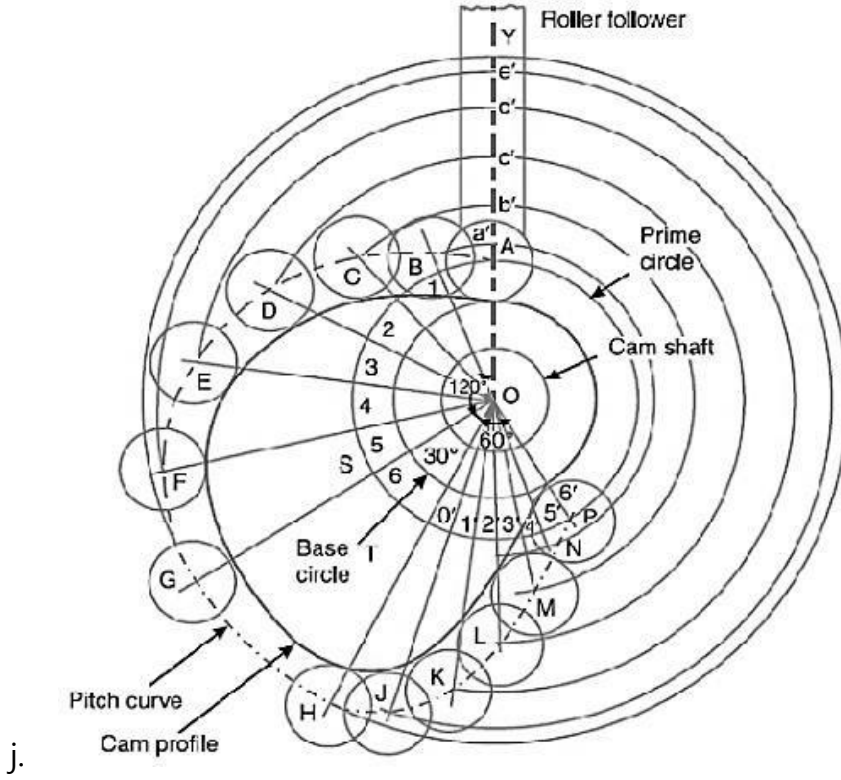

Fig 3.4.5
- e. केंद्र O सह बिंदू 1, 2, 3, इत्यादी जोडा आणि FIGURE 3.4.5 मध्ये दर्शविल्याप्रमाणे मूळ वर्तुळाच्या पलीकडे असलेल्या रेषा तयार करा.
- i. FIGURE 3.4.5मध्ये दर्शविल्याप्रमाणे वर्तुळाच्या तळाशी गुळगुळीत वक्रकार रेषेने जोडा हे कॅमचे आवश्यक प्रोफाइल आहे.